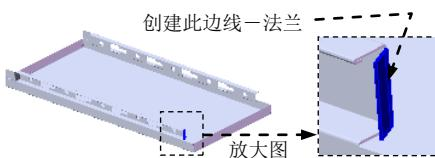
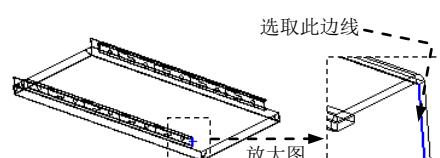

图 17.9.72 创建边线一法兰 19
图 17.9.73 定义特征的边线
Step33. 用相同的方法创建另一侧的边线一法兰 19 (图 17.9.72), 边线法兰的边线如图 17.9.73 所示。详细操作过程参见 Step29。